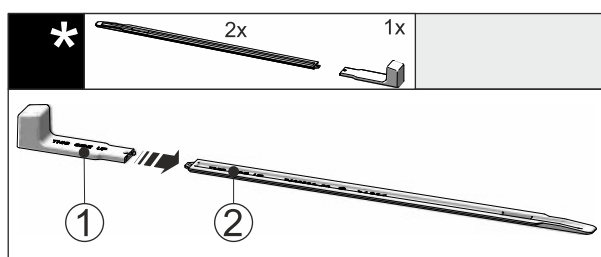

Fig. 45
- Dugja rá a szerelőfogantyút Fig. 45 (1) a szintezősínre Fig. 45 (2).